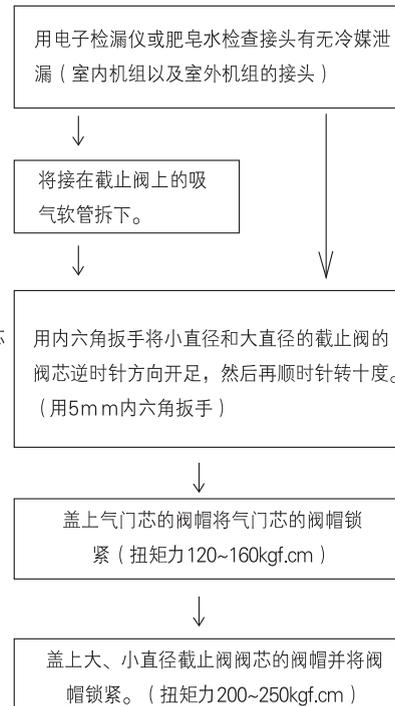

图 22
- (2) 在截止阀与管的喇叭口处涂少许润滑油，然后按图22所示拧紧纳嘴。
(3) 按图22所示用扳手牢固地将纳嘴扳紧，扭矩力按表(5)规定执行。